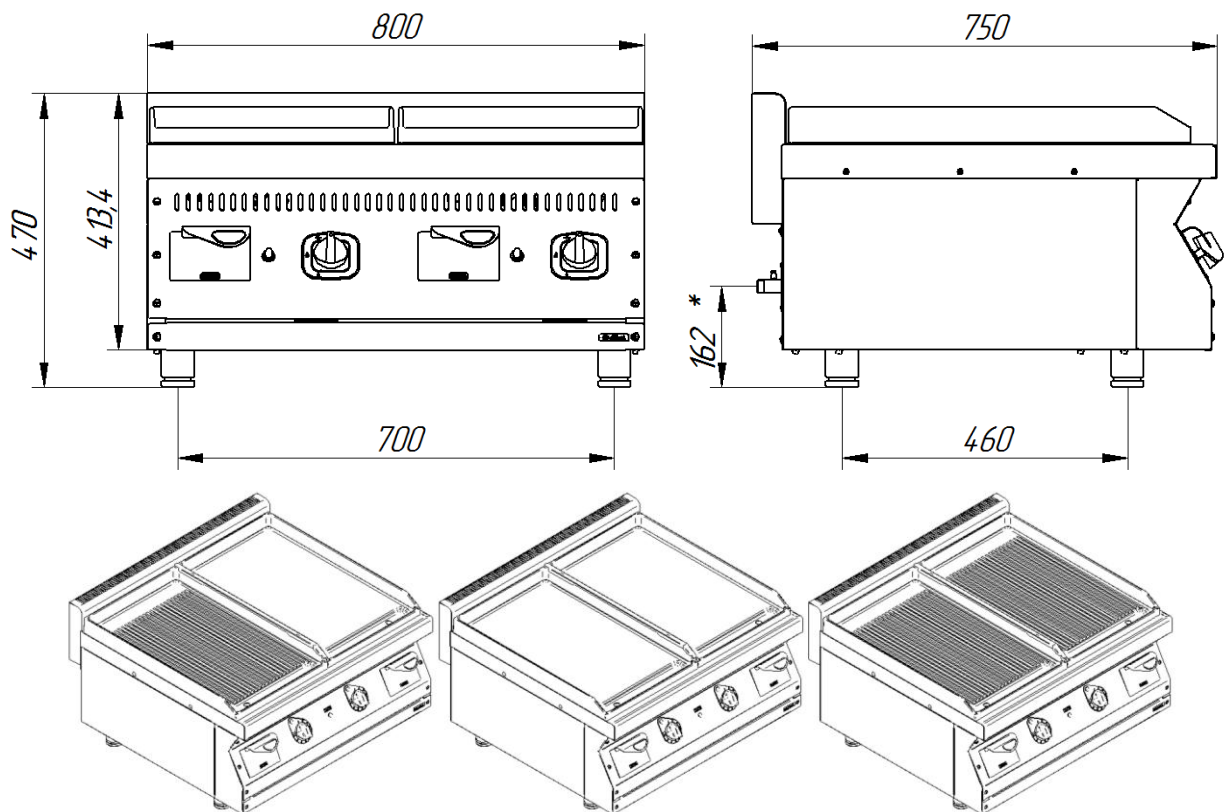
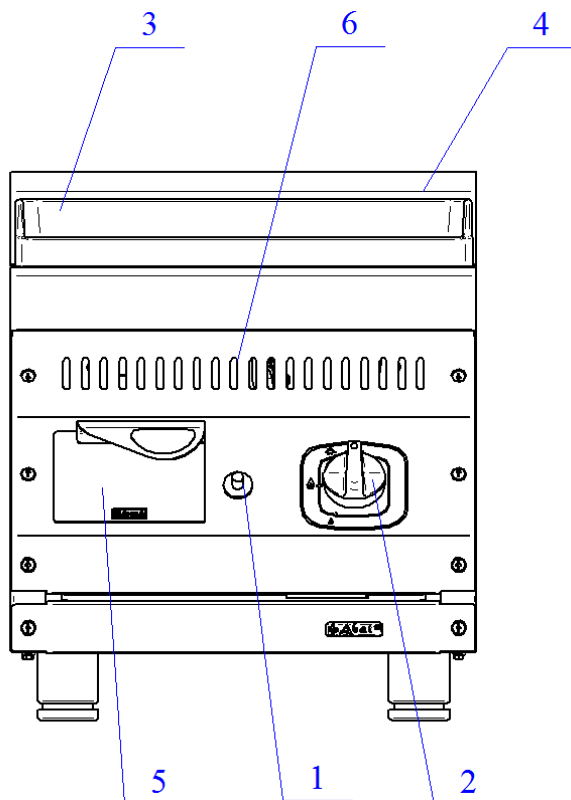

Рис. 2 - Общий вид ГАКО-80/2Н-Ч-00, ГАКО-80/2Н-Ч-01, ГАКО-80/2Н-Ч-02,
Рис. 1. Аппарат газовый
4.1. Устройство аппарата газового показано на рис.1.
Нажмите на ручку крана горелки и поверните ее против часовой стрелки, установив символ искры зажигания ★ напротив метки на панели управления (рис. 2а). Нажав до упора, одновременно произведите поджог газа при помощи пьезорозжига. Удерживайте ручку крана в течение не менее 15 секунд, после чего отпустите. После проведения вышеуказанных операций необходимо проконтролировать наличие горения газа, для чего необходимо посмотреть в смотровое окно б (рис.1), в котором можно наблюдать наличие пламени. Пламя должно быть устойчивым. Если пламя не горит, повторите операцию.
Для включения основной горелки поверните ручку от позиции символа искры зажигания против часовой стрелки к символу большого огня (рис. 2б). Для уменьшения пламени до минимума поверните ручку против часовой стрелки до символа малого огня (рис. 2в). Чтобы выключить основную горелку поверните ручку по часовой стрелке к позиции символа искры зажигания (рис. 2а). После этого будет гореть только запальная горелка (пилот).
Для полного выключения горелки поверните ручку по часовой стрелке до позиции «Выключено» (рис. 2г).
Рис.2а
Рис.2б
Рис.2в
Рис.2г